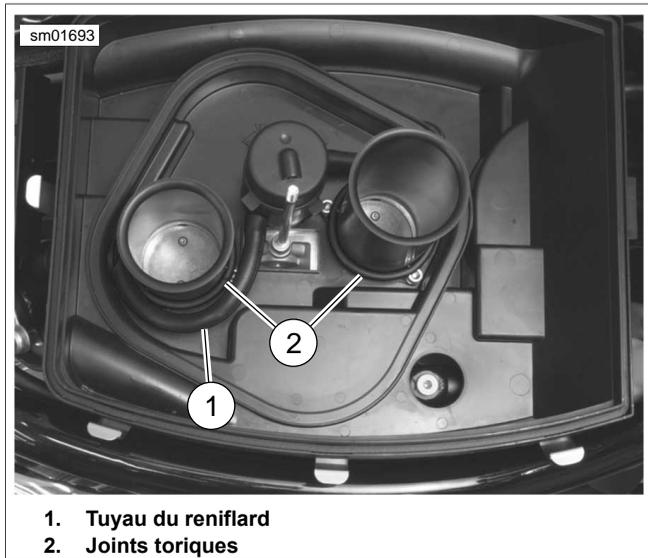

Figure 1-11. Colonnes d'admission (typique)
6. Voir Figure 1-11. Déconnecter le tuyau de reniflard (1). Faire glisser le joint torique de colonne d'admission (2) vers le haut sur le corps de colonne d'admission pour accéder aux trois fixations de retenue. Déposer les colonnes d'admission.